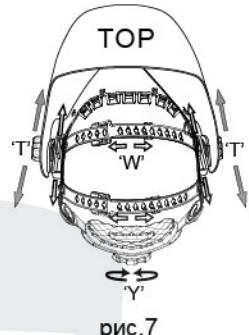

рис.7
Длину окружности оголовья можно увеличить или уменьшить, вращая ручку с нажатием на затылочной части оголовья (см. «Y» на рис.7). Это можно сделать не снимая маски и позволяет получить натяжение, необходимое для надежной фиксации сварочной маски на голове.
- Если наголовник сидит на голове слишком высоко или слишком низко, отрегулируйте ремень, который проходит через макушку. Для этого ослабьте конец ремня, выдавив стопорный штифт из отверстия в ремне. Переместите две части ремня относительно друг друга на требуемую длину и вставьте стопорный штифт в ближайшее отверстие (см. W на рис.7).
Шаг 1: Ослабьте гайку фиксатор (см. "T" на рис.7), и двигайте маску к или от вашего лица. Убедитесь, что расстояние между обоими глазами и светофильтром одинаковые, чтобы избежать неравномерного затемнения светофильтра.